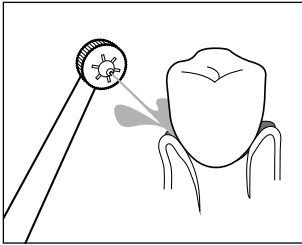
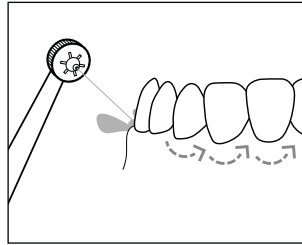

Fig. 8
Fig. 9
- ▶ Accendere il manico ④ quando si trova già in bocca per evitare che l'acqua schizzi in giro.
- ◆ Accendere il manico ④ portando l'interruttore on/off per il getto d'acqua I/O ③ situato sul manico ④ su I.
- ◆ Per pulire dirigere il getto d'acqua sugli spazi interdentali e sui bordi dei denti. Sostenere la testina ② in modo che il getto d'acqua possa lavare via i resti di cibo dalle gengive (vedere fig. 8). Spostare lentamente la testina ② lungo i bordi e da un interstizio all'altro (vedere fig. 9). Pulire in questo modo tutti lati interni ed esterni dei denti.